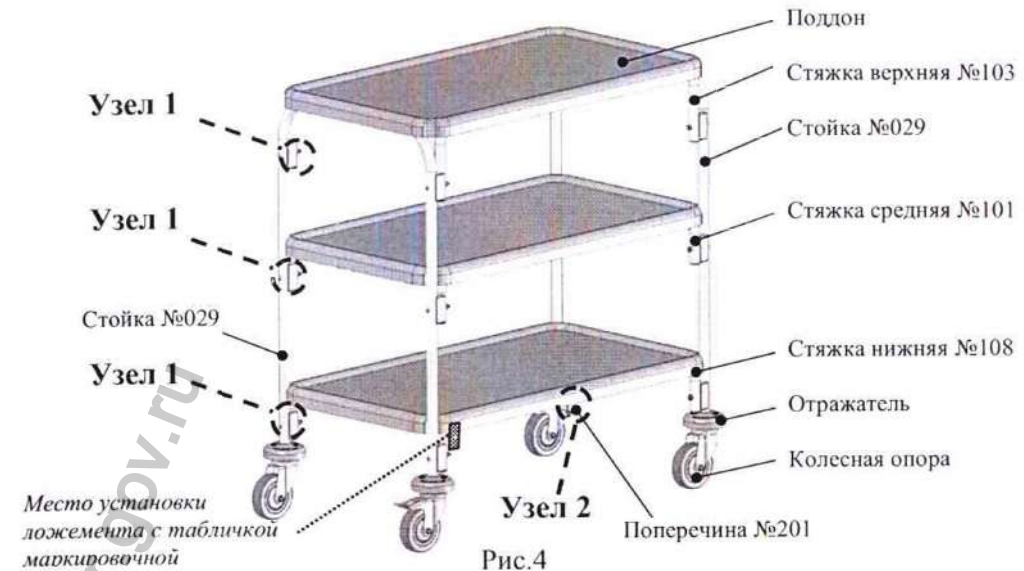

Рис.4
1. Соединить стойки №029 стяжками верхними №103 (рис.4), зафиксировав соединение крепежными элементами (Таблица 7, Узел 1).
2. Соединить стойки №029 стяжками средними №101 (рис.4), зафиксировав соединение крепежными элементами (Таблица 7, Узел 1).
3. Соединить стойки №029 стяжками нижними №108 (рис.4), зафиксировав соединение крепежными элементами (Таблица 7, Узел 1).
4. Соединить стяжки нижние №108 поперечиной №201 (рис.4) зафиксировав соединение крепежными элементами (Таблица 7, Узел 2).
5. Установить один из поддонов, плотно зафиксировав его на стяжках верхних №103 и стойке №029 (рис.4).
6. Установить один из поддонов, плотно зафиксировав его на стяжках средних №101 (рис.4).
7. Установить оставшийся поддон, плотно зафиксировав его на стяжках нижних №108 (рис.4).